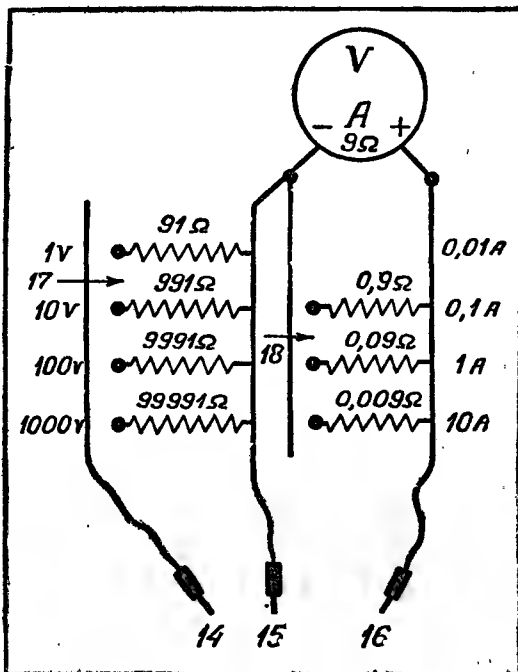

Рис. 5
Схема прибора изображена на рис. 5. При пользовании прибором как амперметром ток подводится к проводам (15) и (16). При пользовании им как вольтметром — к проводам (14) и (16). Во втором случае переключатель (18) обязательно должен стоять на первом холостом контакте. Все три провода кончаются мягкими шнурами со штепсельными ножками на концах, позволяющими включать прибор как в схему мостика, так и в нижеописанную схему ламповой панели.